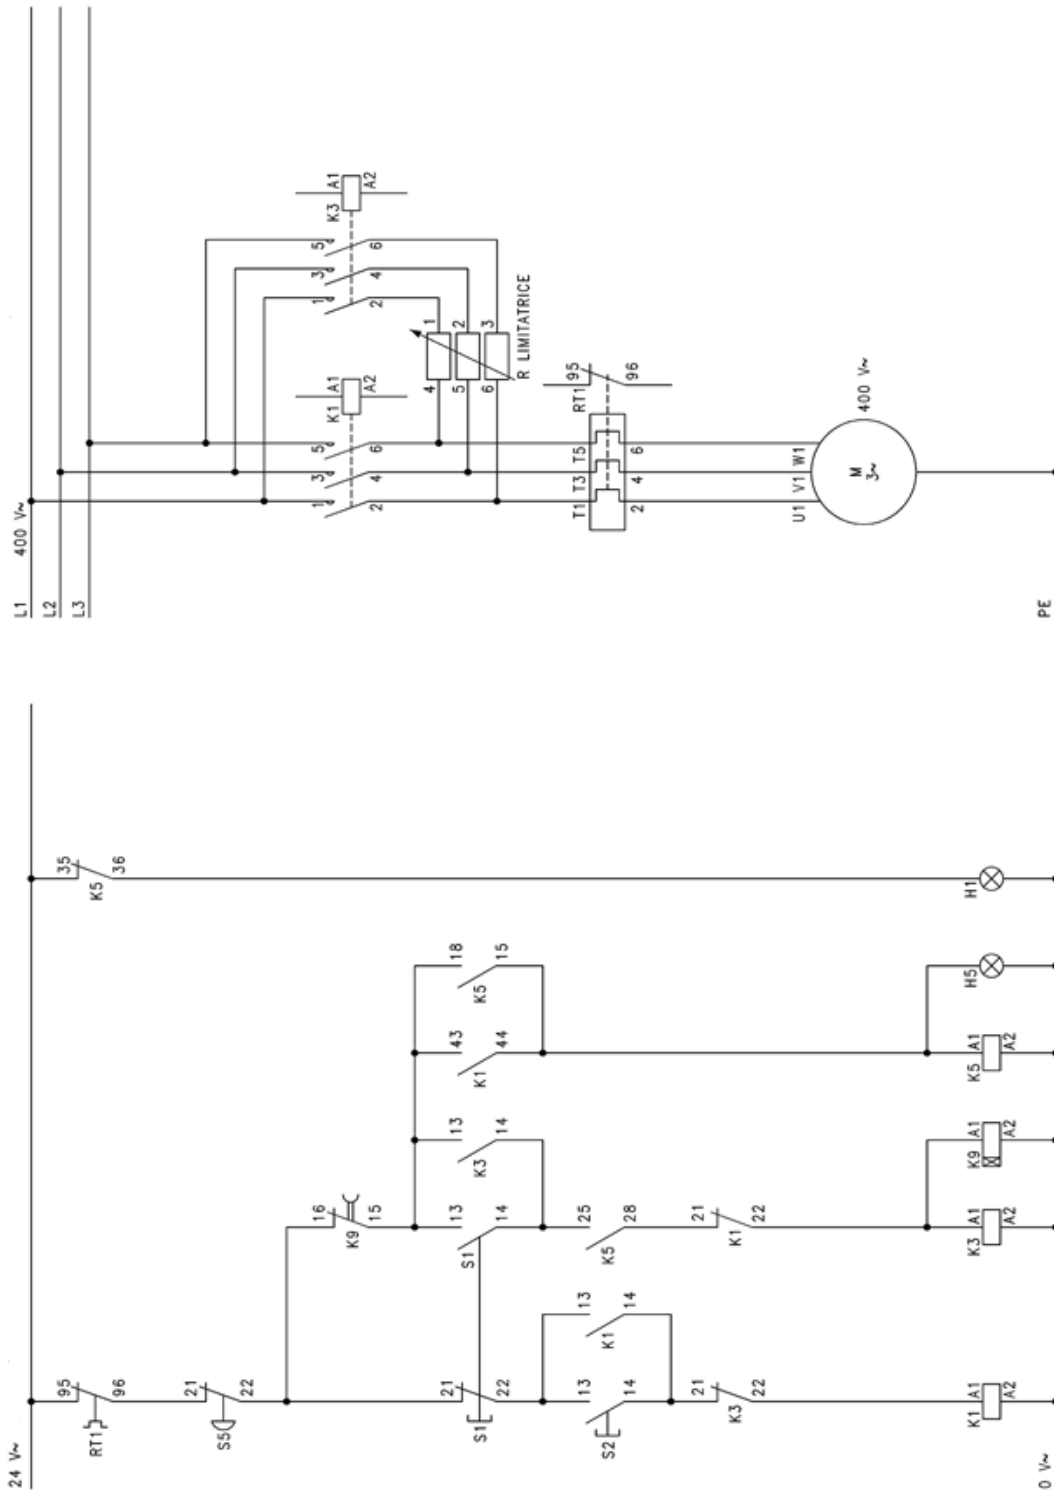

Figure 12 : Circuit de puissance et de commande d'un freinage en contre-courant pour moteur asynchrone triphasé.
- a. Raccorder les dispositifs comme indiqués dans la figure 12.